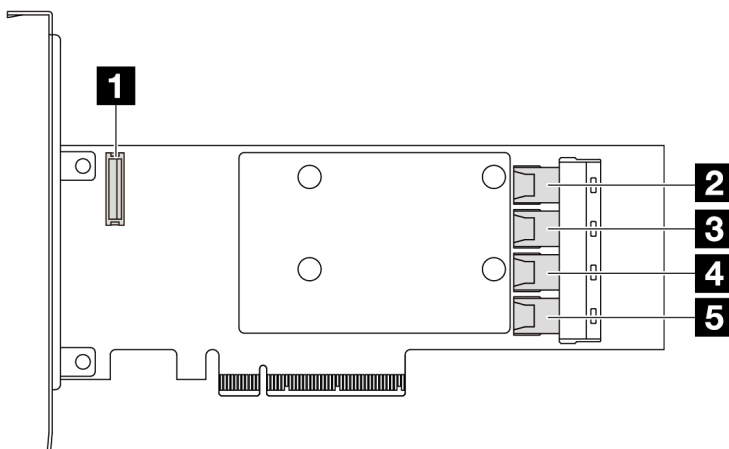

Figura 317. Um adaptador RAID/HBA Gen 3 16i SFF (quatro conectores de porta)
- Figura 317 "Um adaptador RAID Gen 3 16i SFF (quatro conectores de porta)" na página 351